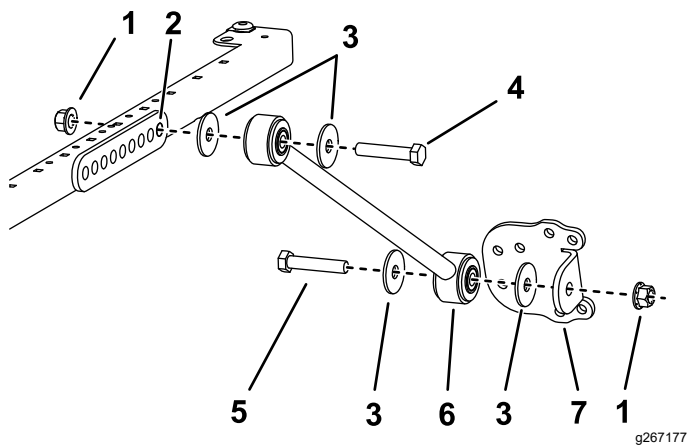

Figura 33
- En los modelos 03820, 03821, 30604 , 30605, 30608 y 30609, en cada lado del bastidor del toldo, monte provisionalmente un tirante en el taladro **trasero** del soporte del tirante con un perno ($\frac{1}{2}$ " x $2\frac{1}{2}$ ") una arandela ($\frac{1}{2}$ ") y una tuerca con arandela prensada ($\frac{1}{2}$ "), según se muestra en Figura 33.
- Sujete provisionalmente un soporte de tirante a cada tirante con un perno ($\frac{1}{2}$ " x $2\frac{1}{2}$ "), una arandela ($\frac{1}{2}$ ") y una tuerca con arandela prensada ($\frac{1}{2}$ "), según se muestra en Figura 33.